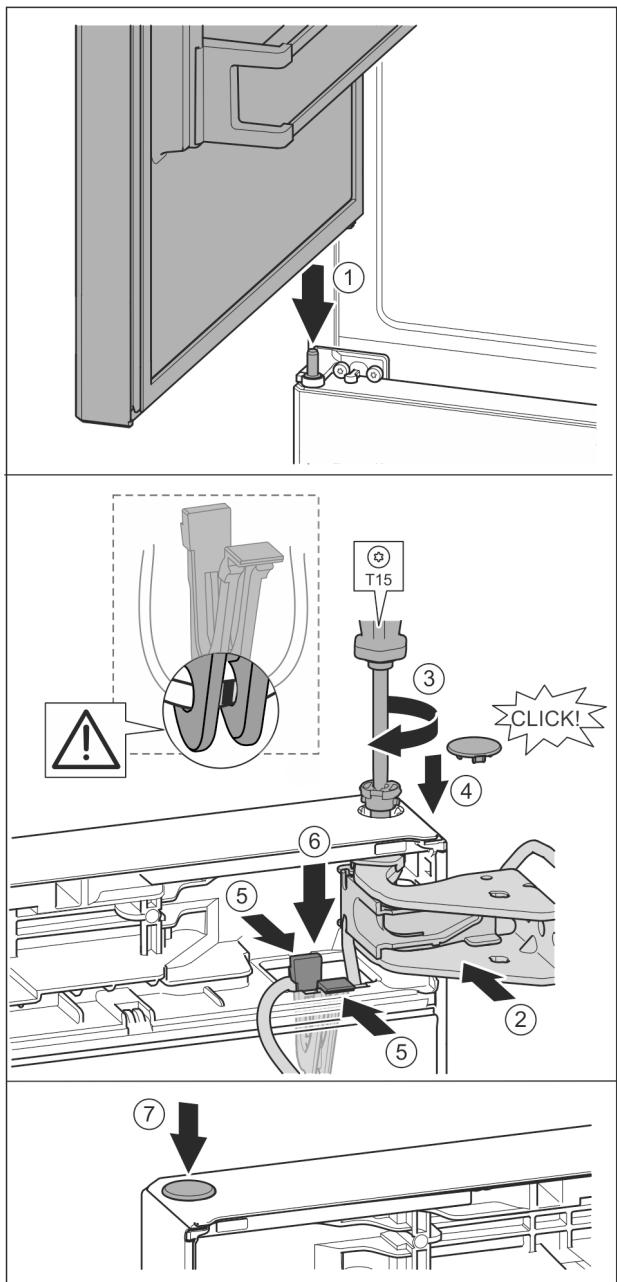

Fig. 36
- ▶ 冰箱上方门放置在中间轴承螺栓上 Fig. 36 (1)
- ▶ 将门的上方对准托架中的开口。Fig. 36 (2)
- ▶ 放入螺栓并用 T15 螺丝刀拧紧。Fig. 36 (3)
- ▶ 安装冰箱门安全装置的安全盖：放入安全盖并检查其是否在门上。此外将螺栓完全插入。Fig. 36 (4)
- ▶ 将支架连同固定在其上的电缆放入开口。Fig. 36 (5)
- ▶ 向下按支架直到接片插入到位。Fig. 36 (6)
- ▶ 放上堵头。Fig. 36 (7)